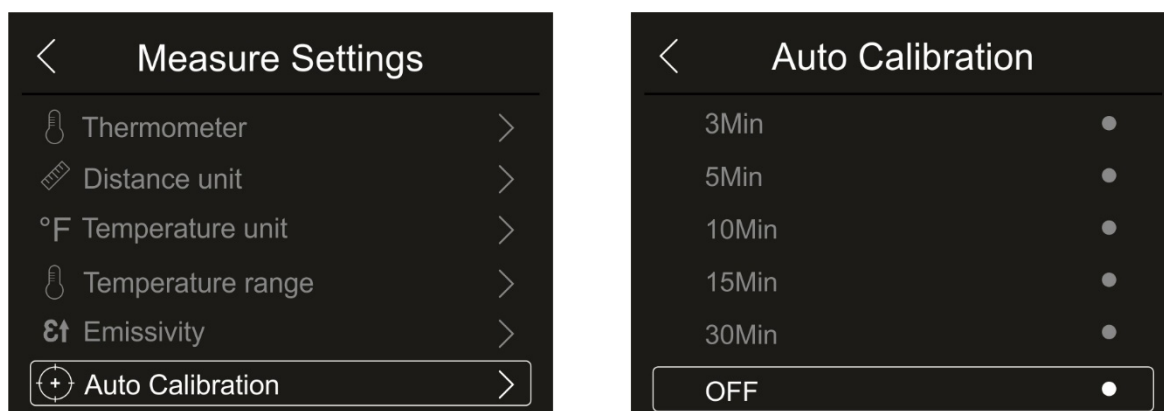

Fig. 29: Menu de configuração do intervalo de auto calibração interna
1. Toque no item "Auto Calibration" para definir o tempo de calibração automática interna. Fig. 29 - o lado direito é exibido
2. Clique nas 4 setas no dispositivo para mover a imagem IR sobrepondo-a à visível (ver Fig. 29 - lado direito)